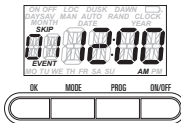

Fig. 7
1. Desde la pantalla MAN (Manual), AUTO (Automático) o RAND (Aleatorio), presione PROG (Programar). La pantalla mostrará un 01 parpadeante. (Fig. 7)